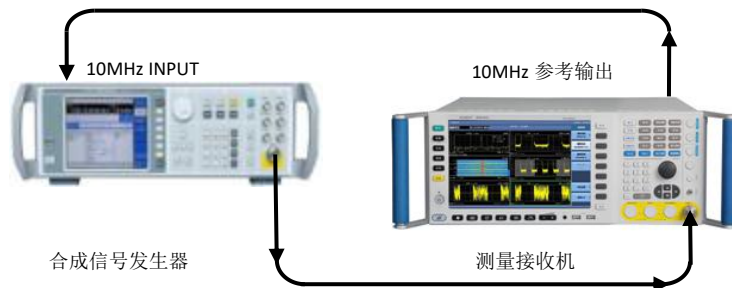

图 8.4 剩余调频测试示意图
- 11) 按照图 8.4 连接测试仪器，设置信号发生器的输出频率为 560MHz 的单载波信号，输出功率为 0dBm,无任何调制。
- 8) 按照图 8.4 连接测试仪器, 设置信号发生器的输出频率为 560MHz 的单载波信号, 输出功率为 0dBm,无任何调制。
- 8) 按照图 8.4 连接测试仪器，设置信号发生器的输出频率为 560MHz 的单载波信号，0dBm，无任何调制。